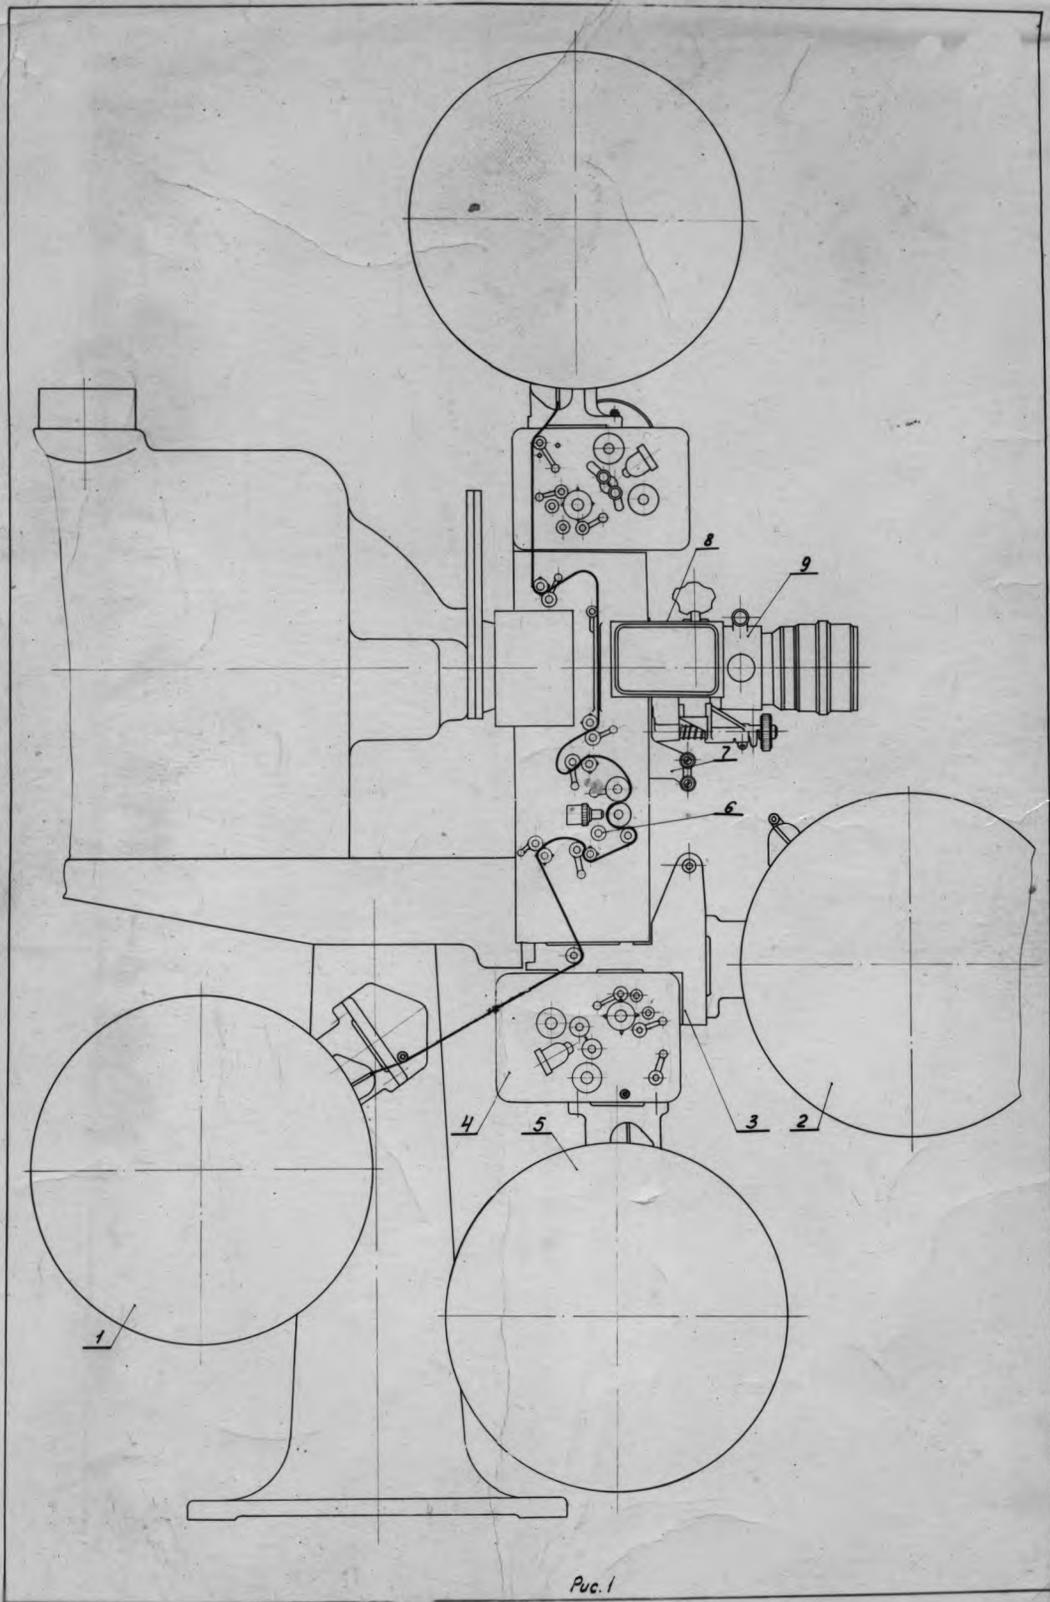

Рис. 1
4.3. На рис. 1 показана схема хода фильма при работе с одной пленкой /изображение и фотографическая фонограмма совмещены/.